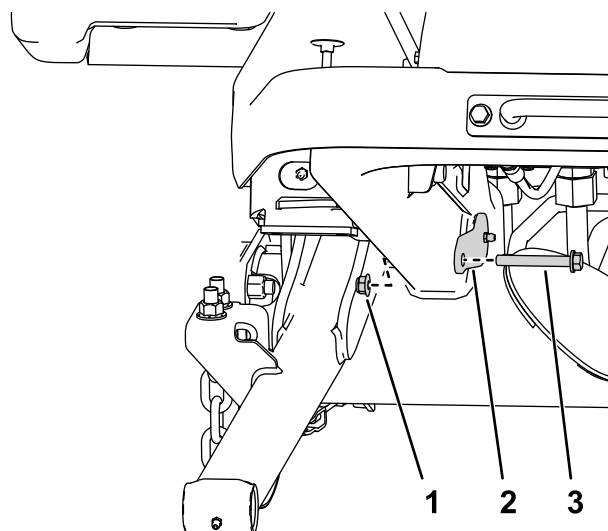

図7
- 大きいピンをフレームに取り付けるボルト $\frac{3}{8}$ " x $2\frac{3}{4}$ "2本とナット $\frac{3}{8}$ "2個を使用する **図7**。